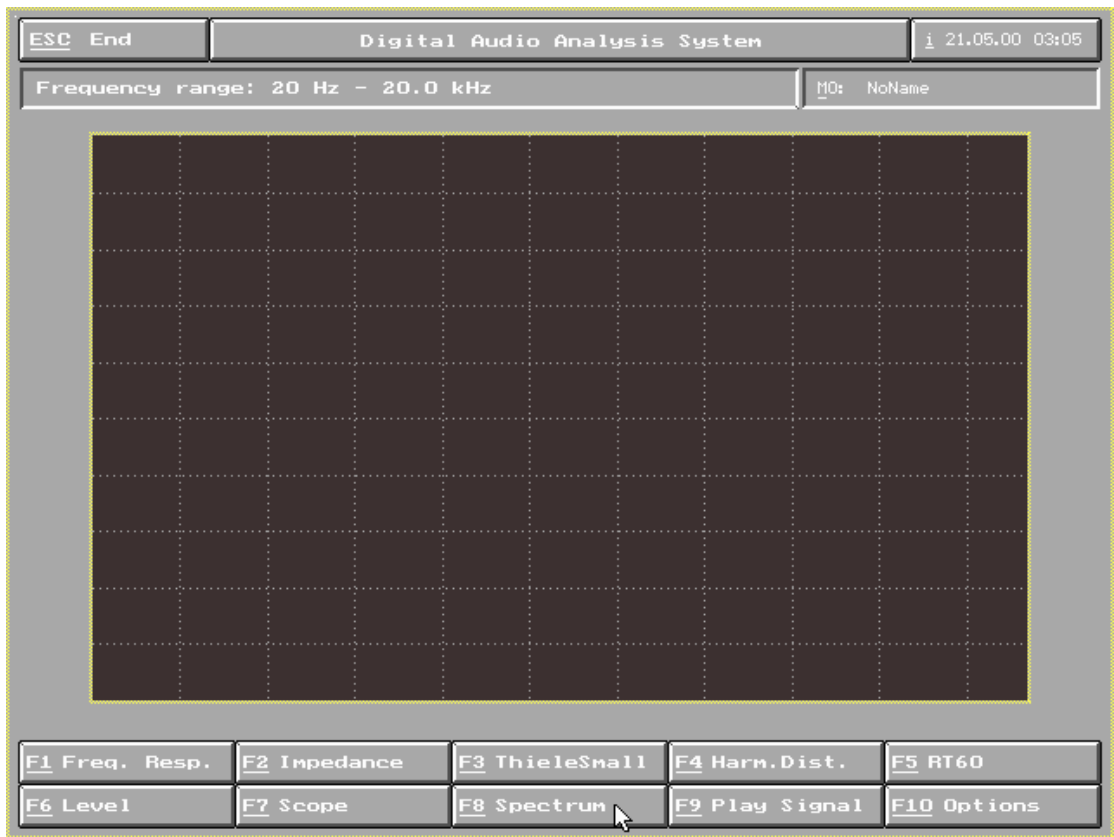

图 54
1) 进入主菜单选择 F8 Spectrum ( 图 54 )